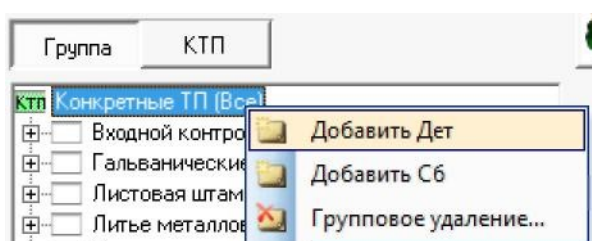

Рис. 4
2. Нажмите правую кнопку мыши и в появившемся меню выберите пункт «Добавить Дет» (рис. 4).